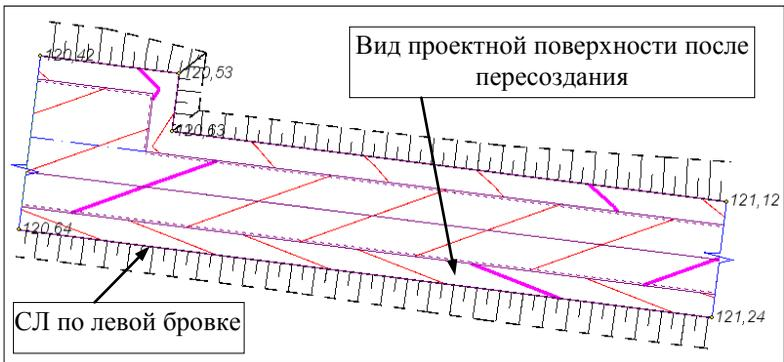

Рис. 10.5
1. Перейдем в окно **Профиль**. Активизируйте команду **Поверхность/ Профиль Структурной линии**. Захватите СЛ по левой бровке (рис. 10.5), в окне параметров оставьте все значения без изменений.
- Укажите структурную линию по левой бровке. Проектная поверхность по обочине перестроится как показано на рис. 10.5.